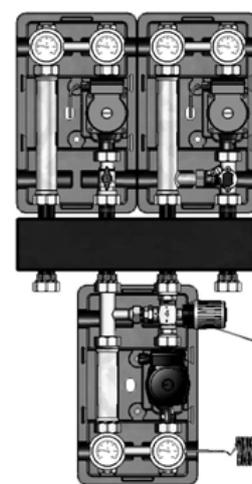

Рис.3
**5.2.** Монтаж может осуществляться как отдельно (рис 2), так и на распределительной гребенке (рис.3)